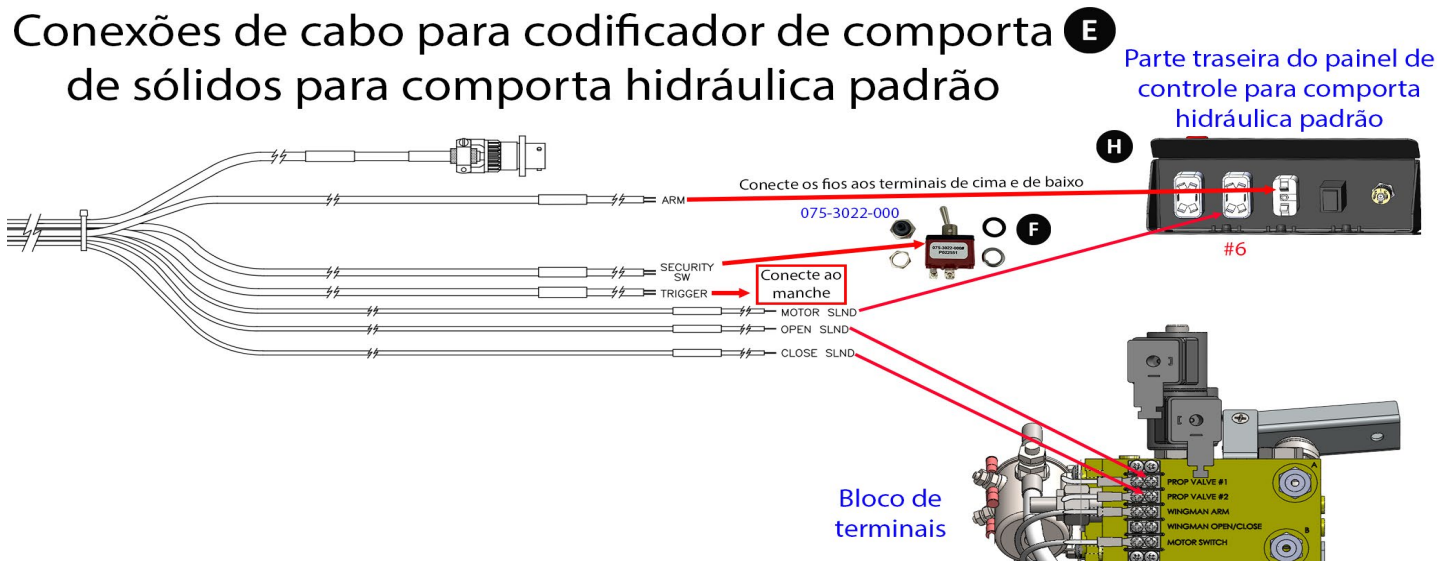
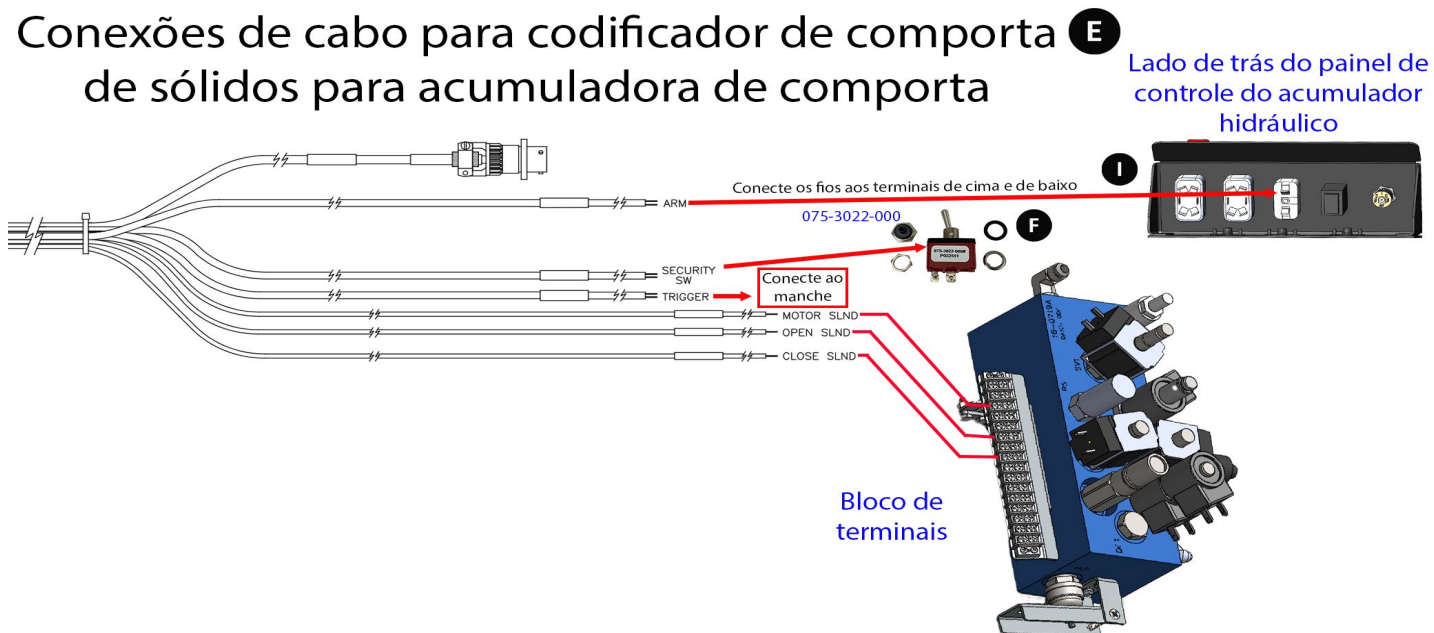

Figura 1: Exibição de Como Ligar os Fios do Cabo E para uma Comporta Hidráulica Padrão
Figura 2: Exibição de Como Ligar os Fios do Cabo E para uma Comporta Hidráulica Acumuladora
9. Consulte a Figura 1 Conexões de fluxo sólido - Comporta hidráulica padrão Transland ou Figura 2 Conexões de fluxo sólido - Comporta hidráulica com acumulador Transland para conectar o Cabo E ao painel de controle (peça nº 27676 para comporta hidráulica padrão ou peça nº 27677 para comporta hidráulica com acumulador).